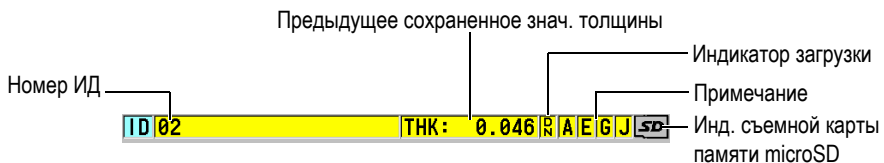

Рис. 3-2 Поле ИД
Поле ИД, расположенное в верхней части экрана измерений, содержит ИД по текущему положению показания толщины, предыдущее сохраненное значение и комментарий-примечание (см. Рис. 3-2 на стр. 48). Индикатор загрузки (R) появляется, если предыдущее сохраненное значение толщины взято из файла, а не является новым полученным значением.